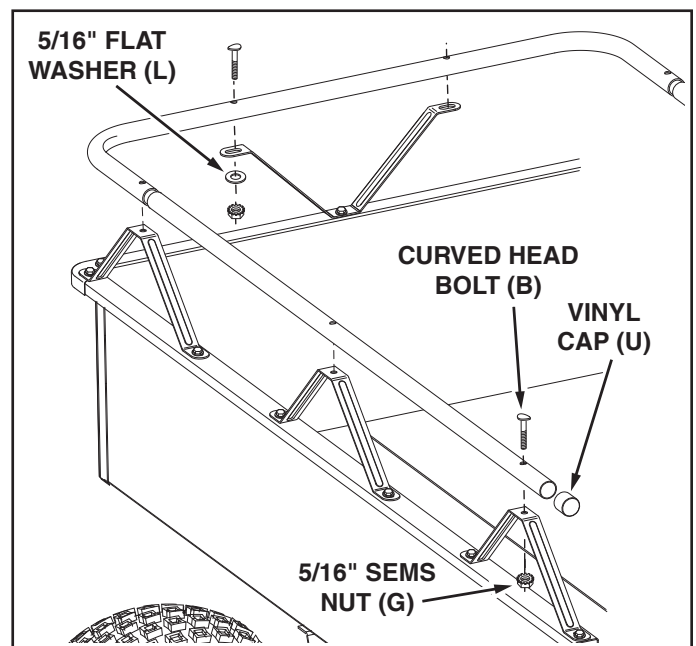

FIGURE 15
30. Insert the ends of the side rails into the front rail so that the holes align. See figure 15.
31. Assemble the side rails to the rail braces on the sides of the cart using six curved head bolts (B) and 5/16" SEMS nuts (G). **Tighten all** loose nuts and bolts. See figure 15.
32. Assemble the front rail to the rail brace on the front of the cart using two curved head bolts (B), 5/16" flat washers (L) and 5/16" SEMS nuts (G). **Tighten all** loose nuts and bolts. See figure 15.
33. Assemble two vinyl caps (U) onto the ends of the side rails. See figure 15.
30. Enfoncer les extrémités des rambardes latérales (16) dans la rambarde avant en faisant aligner les trous. Voir la figure 15.
31. Fixer les rambardes latérales sur leurs supports à l'aide de six vis à tête incurvée (B) et d'écrous SEMS de 5/16 po (G). Bloquer tous les boulons non serrés. Voir la figure 15.
32. Fixer la rambarde avant (15) sur son support à l'avant du chariot à l'aide de deux vis à tête incurvée (B), de rondelles plates de 5/16 po (L) et d'écrous SEMS de 5/16 po (G). Bloquer tous les boulons non serrés. Voir la figure 15.
33. Monter les deux embouts en vinyle (U) aux extrémités des rambardes latérales. Voir la figure 15.